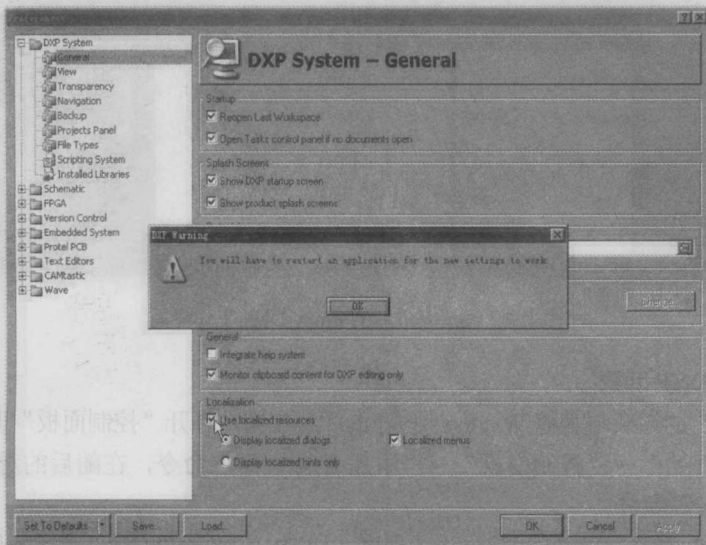

图 1-6 “DXP Warning”提示框
2) 在“DXP System”选项下“General”选项卡页面的“Localization”选项组中，选择“Use localized resources”复选框，弹出“DXP Warning”提示框，如图 1-6 所示。单击“OK”按钮，关闭警告信息，接着单击“OK”按钮，关闭“Preferences”对话框。